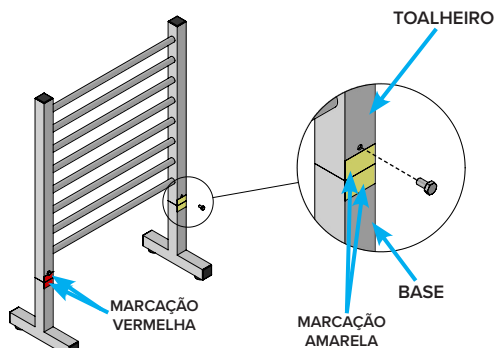

Figura 19 – Instalação dos Parafusos no Toalheiro
3. INSTALAR os Parafusos Sextavados M6 x 12 mm nos respectivos furos e **APERTAR** adequadamente (Figura 19);